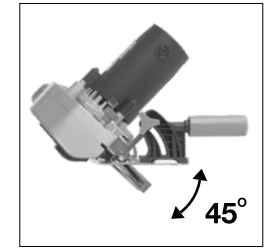

Fig. 7
3. Kantel het blad in de gewenste hoek. (Fig. 7)